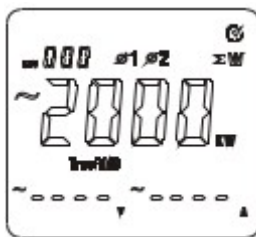

Figura 7-8
- La medición de la primera y la segunda fase es igual a la de un sistema trifásico de cuatro cables. Como se muestra en la figura 7-8, la potencia activa total de un sistema trifásico puede verse presionando la tecla “SELECT” luego disparar la medición de la tercera fase.